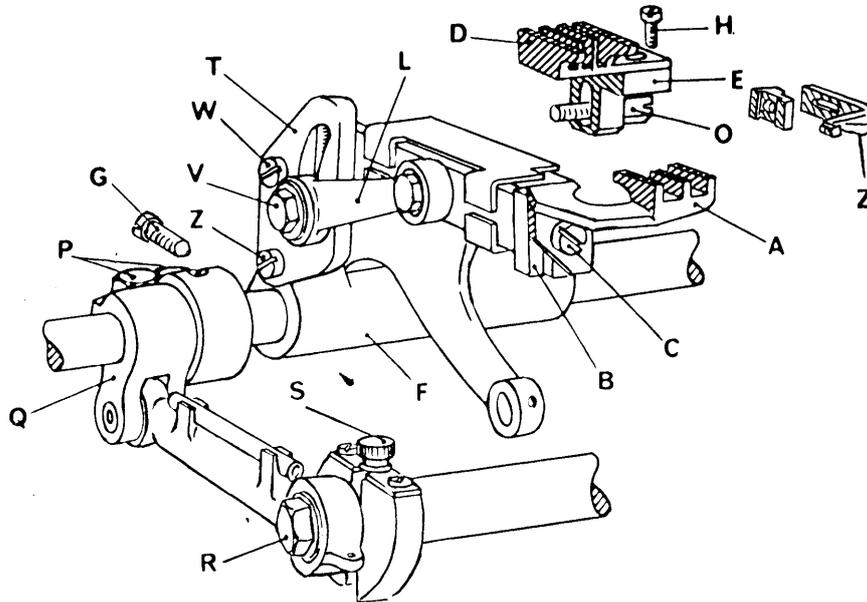

fig. 8
6. Montaggio e regolazione griffe (fig. 8)
Centratore griffe (fig. 8)
Regolazione differenziale (fig. 8)
- Per regolare la lunghezza del punto, si deve allentare il dado R (fig. 8) e ruotare la vite S dell'allungapunto: in senso orario si accorcia il punto, in senso antiorario si allunga. Il dado R si allenta girandolo verso destra.
e) Variazione lunghezza punto (fig. 8)